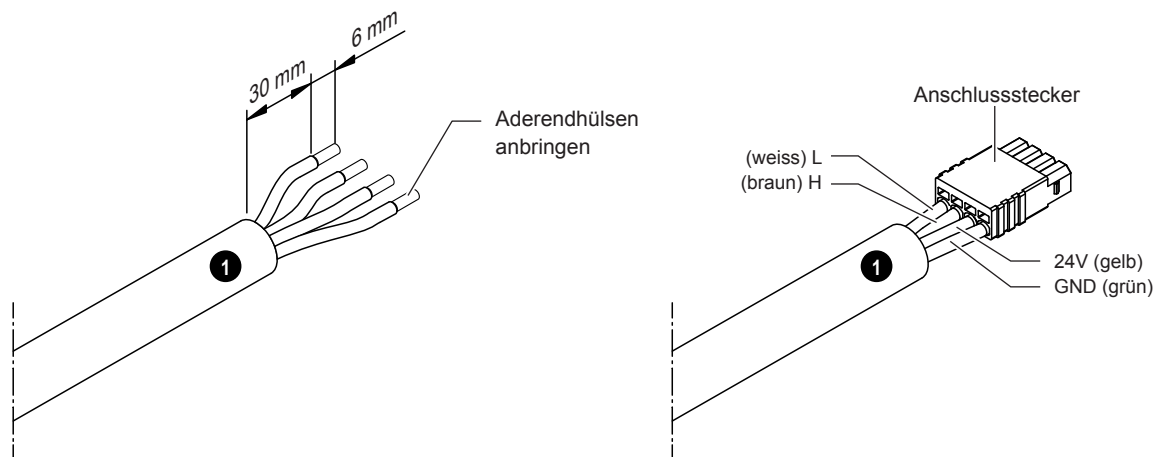
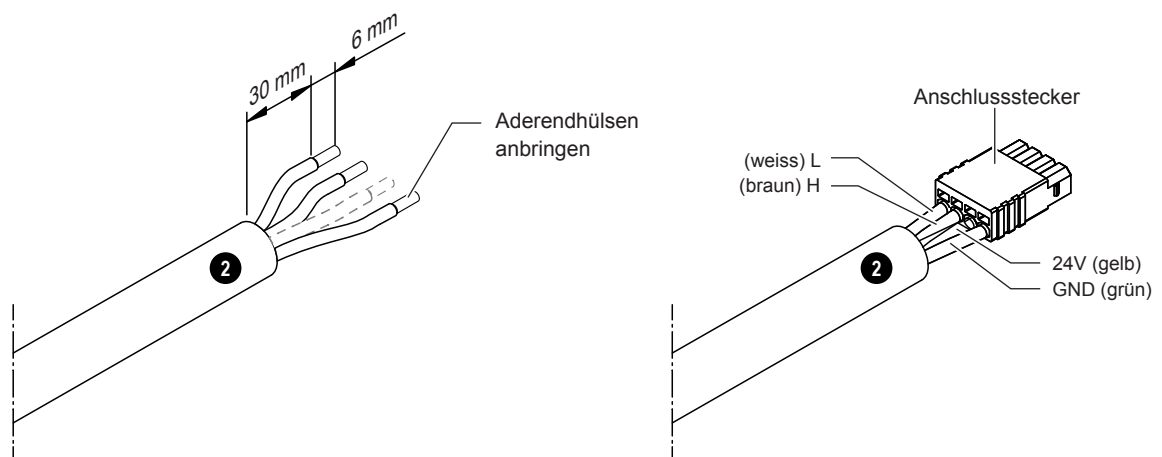

Abb. 12: CAN BUS-Kabel für Anschluss SPA Display vorbereiten
Abb. 13: CANBUS-Kabel für Verbindung Condair Delta SPA Control Box zu Condair Omega vorbereiten
3. Das bzw. die CAN BUS-Kabel ablängen. Das bzw. die Kabelende(n) gemäss Abb. 12 (Anschluss SPA Display) oder Abb. 13 (Verbindungskabel Condair Delta SPA Control Box zu Condair Omega) für den Anschluss der Stecker vorbereiten und den/die Stecker an die/das CAN BUS-Kabel anschliessen.